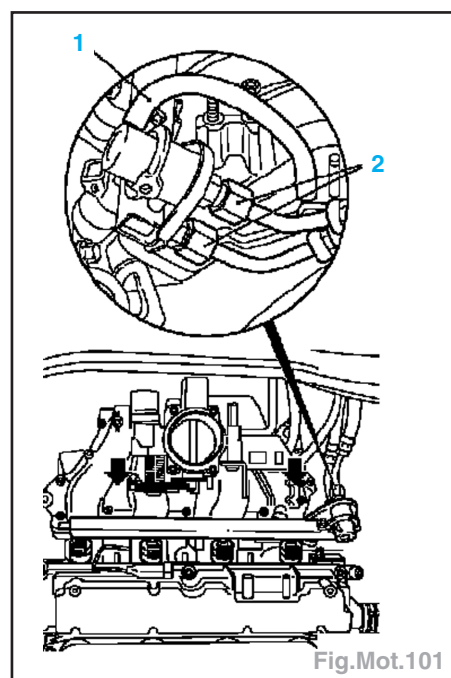

Fig.Mot.101
- Retirer le flexible de dépression du servofrein (1) du régulateur de pression (moteur 1.6) (Fig.Mot.101).